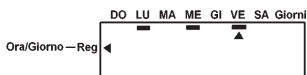

fig. 15
- 6) Premere **↑** per confermarlo, apparirà una sottolineatura sotto al giorno. Nei giorni sottolineati l'addolcitore farà la rigenerazione (fig. 15).